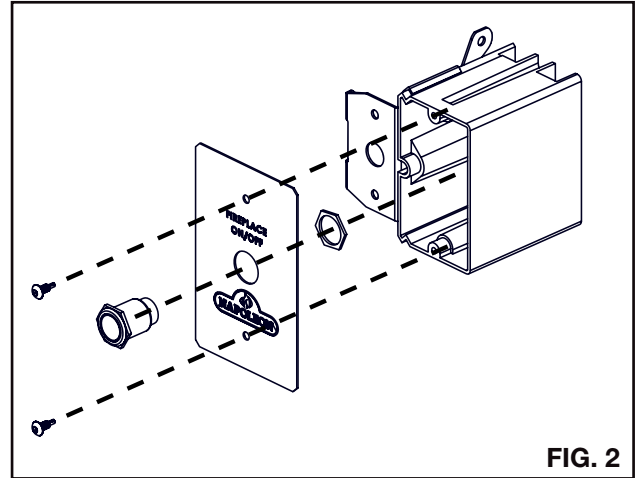

FIG. 2
2. Assemblez l'interrupteur de commande (FIG. 2).